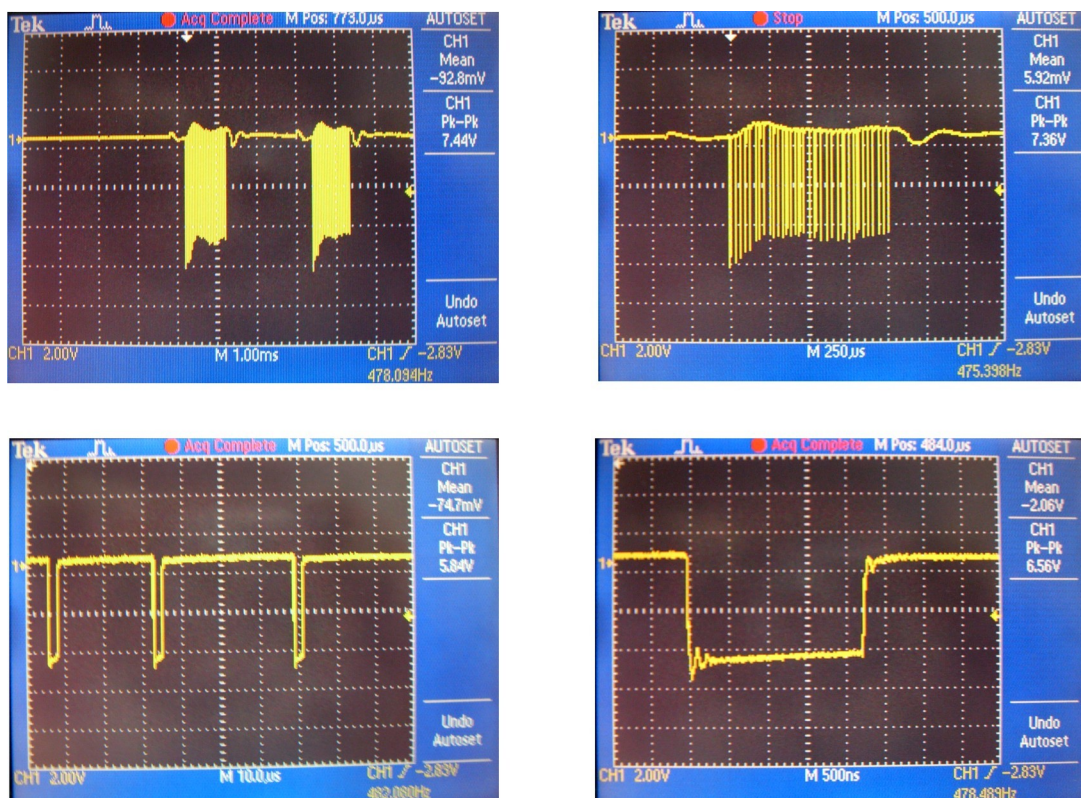

Рисунок 116
10) Подключить общий вход осциллографа к выходу «ИПЛ-» БД, сигнальный вход осциллографа к выходу «ИПЛ+» БД. При помощи осциллографа наблюдать форму сигнала запроса БД. Должны быть две посылки запроса. Запомнить на экране осциллографа форму сигналов запроса (рисунок 116).